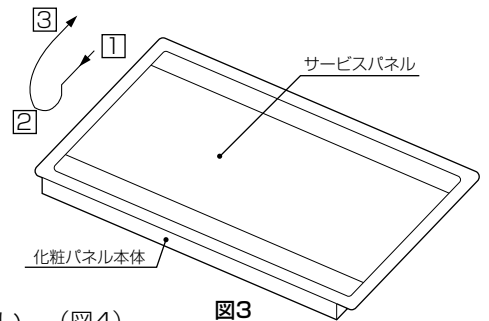

図3
- サービスパネルを図3 ①→②→③の順番に動かしてください。(化粧パネル本体とサービスパネル間に緩衝材が入っています。サービスパネルを化粧パネル本体に押し付けて開放し取除いてください。)